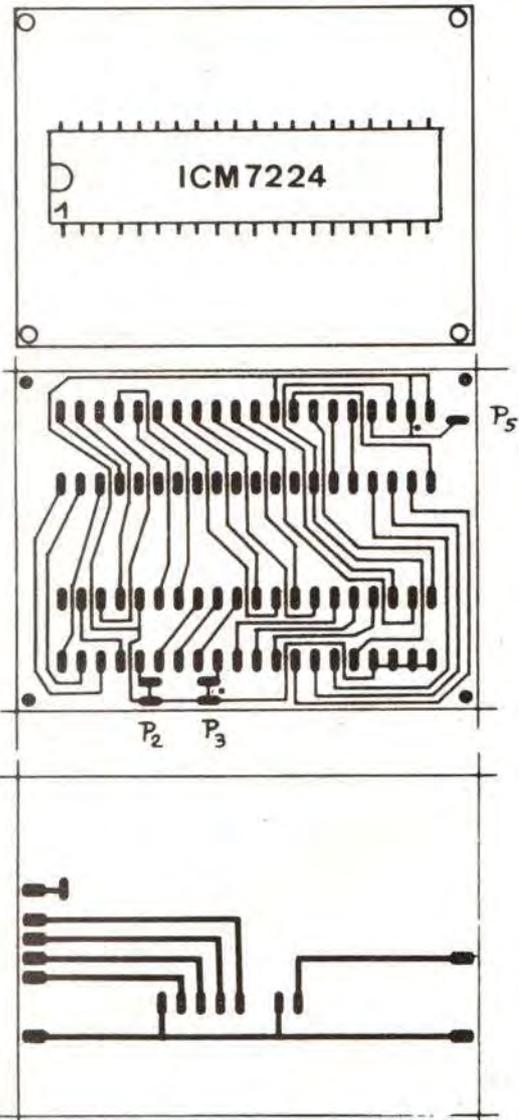

Fig. 10. — Pose du ICM 7224 (N.B. : Aucun point décimal n'est utilisé).
a) Du module d'affichage (fig. 10 et 11)